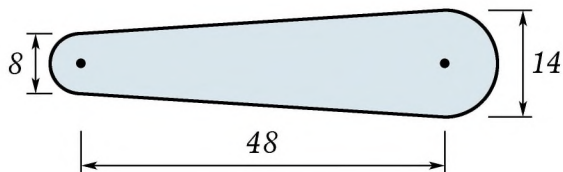

Рис. 15. Шаблон лепестка
4. Подготовка металлических лепестков. Вначале из тонкого оргстекла или другого подходящего материала изготовьте шаблон точно по размерам нанесенных на диски лепестков (рис. 15). Подберите материалы и инструмент для изготовления лепестков (рис. 16). Отрежьте от металлизированного скотча листок размером 50×50 мм, наложите на него шаблон лепестка и специальным резак вырежьте в металлическом слое три лепестка так, чтобы не повредить бумажную основу скотча.